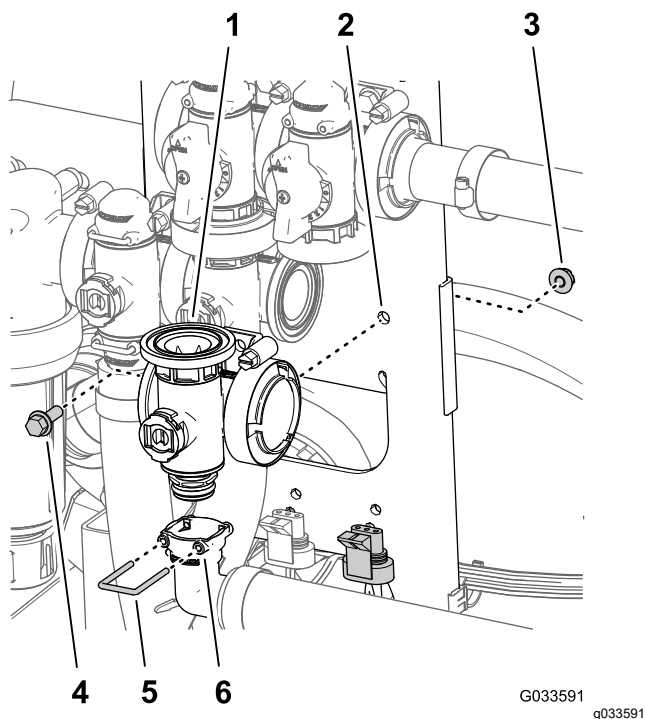

Figura 118
- Îndepărtați opritorul care fixează fittingul de ieire la 90° de cuplajul colector pentru supapa braului principal (Figura 118).
- Îndepărtați urubul cu guler ($\frac{1}{4} \times \frac{3}{4}$ ") i contrapiulia cu guler ($\frac{1}{4}$ ") care fixează supapa braului principal la suportul de montare a supapei i îndepărtați colectorul supapei de la mână (Figura 118).